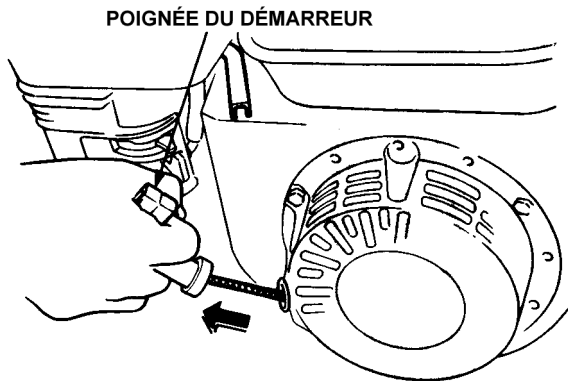

Figure 17. Poignée du démarreur
- Attraper la poignée de démarrage (Figure 17) et la tirer lentement. La résistance devient la plus grande à une certaine position, celle qui correspond au point de compression. Rembobiner légèrement le câble à ce point, et tirer rapidement.